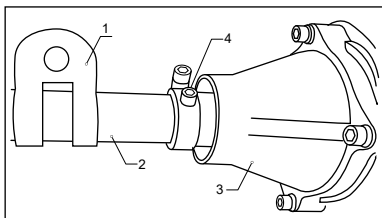

рис. 2
1. Наденьте проушину плечевого ремня 1 (рис. 2) на штангу 2 (рис. 2).
2. Вставьте штангу 2 (рис. 2) в корпус сцепления 3 (рис. 2), совместив отверстие на штанге с направляющим винтом 4 (рис. 2) на корпусе сцепления. Затяните винты корпуса сцепления.